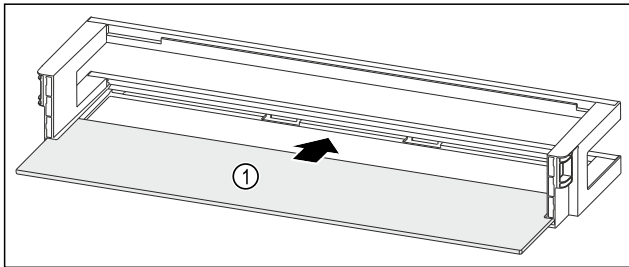

Fig. 165 Türabsteller mit Abstellfläche
- ▶ Abstellfläche Fig. 165 (1) in die seitlichen Aussparungen einschieben.